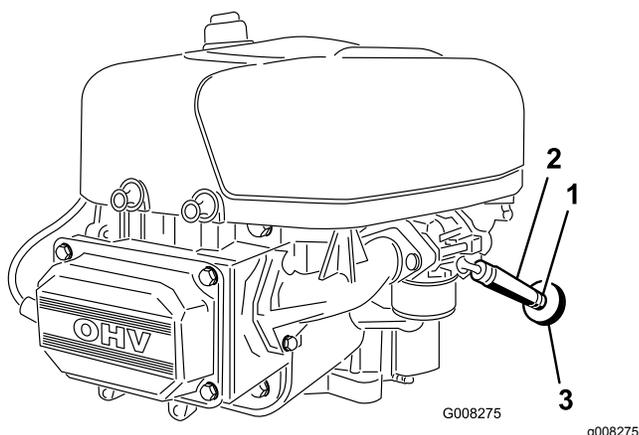

Figura 29
7. Allentate la fascetta stringitubo e spostatela in alto sul tubo del carburante, lontano dalla valvola di intercettazione del carburante (Figura 29).
8. Togliete i tubi del carburante dal filtro del carburante (Figura 29).
11. Infilate la fascetta vicino al filtro del carburante, per fissare il tubo del carburante (Figura 29).
Il momento più opportuno per sostituire il filtro del carburante (Figura 29) è quando il serbatoio del carburante è vuoto. Non rimontate mai il filtro carburante sporco dopo averlo tolto dal tubo di alimentazione del carburante.